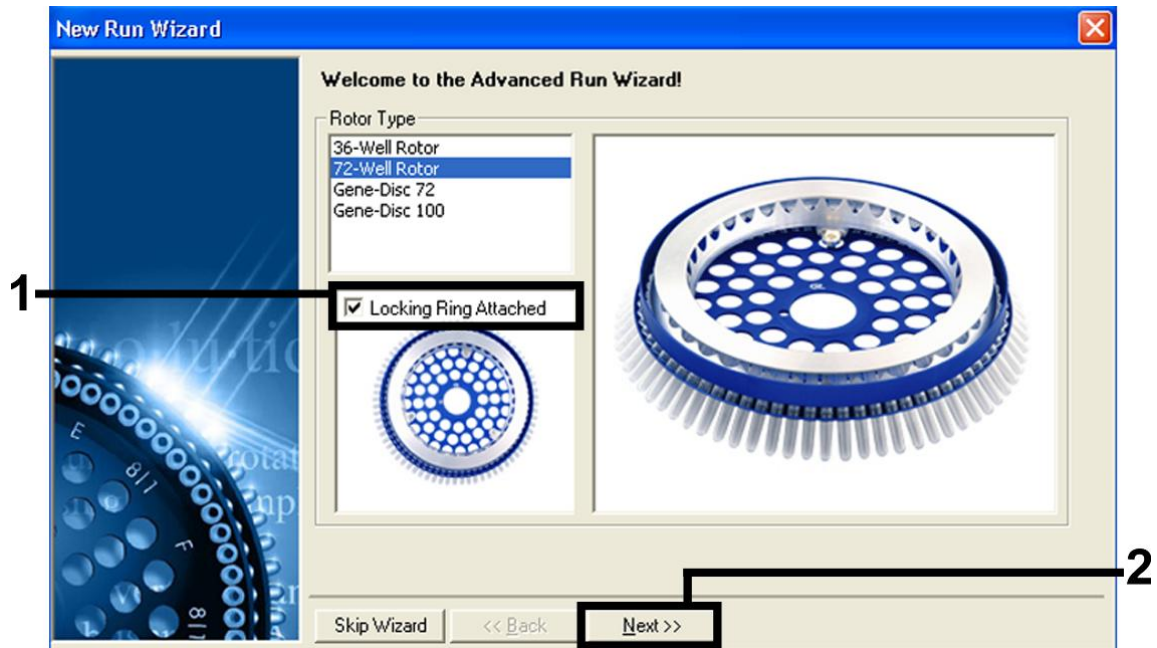

Figura 1. A caixa de diálogo “New Run Wizard” (assistente de novo ensaio).
6. Primeiro, abrir a caixa de diálogo “New Run Wizard” (assistente de novo ensaio) (Figura 1). Marcar a caixa “Locking Ring Attached” (anel de travamento conectado) e clicar em “Next” (próximo).